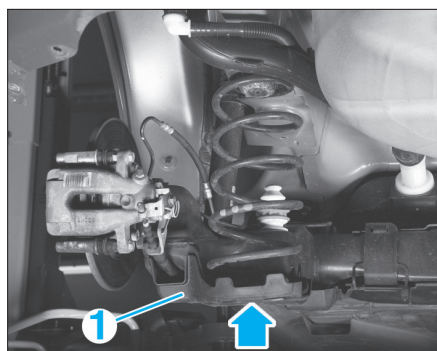

FIG. 43
- le cache de traverse arrière (1) (Fig.43).